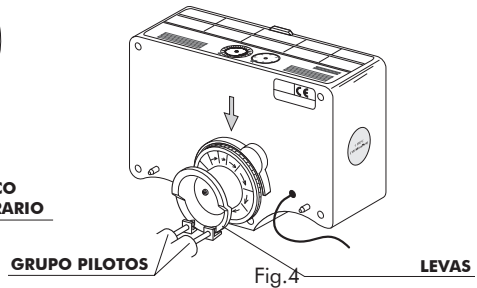

Fig.4
- La cuarta operación consiste en controlar que la leva transmita mecánicamente el movimiento a los pilotos de mando (ver fig.4).
para efectuar el ensayo del test se puede girar la leva (ver fig.4 pag.48) manualmente sin esperar todo el tiempo de la regeneración. De esta manera se puede controlar cómo funciona globalmente el descalcificador.